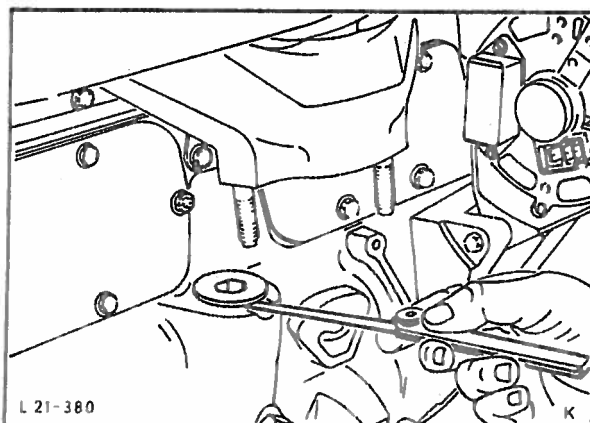

Fig. 88 Måling av oljepumpens klaring.
69. Mål oljepumpens klaring og monter tetningspluggen. Monter tetningspluggen uten skiver og trekk svakt til. Mål avstanden mellom pluggens kontaktflate og motorblokken med en blad-søker i den angitte utsparingen, fig. 88.